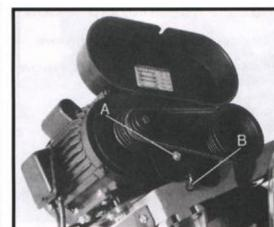

Fig. 2
5. Skjut remskyddet över remskivorna och fäst med skruvar och brickor (A, fig. 2).
6. Stäng bälteslocket och fäst med låsvredet (B).